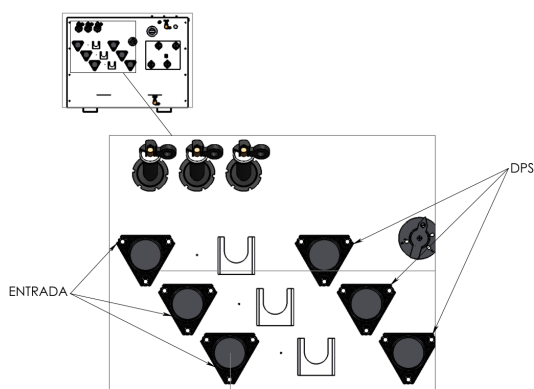

Figura 9. Ubicación de los DPS tipo codo, en una pedestal de frente radial.
4. Conexión del DPS tipo codo (A.T.): el montaje del dispositivo de protección contra sobretensiones transitorias debe estar de acuerdo a lo indicado en las Nomas Eléctricas de cada País. Se recomienda ubicarlo, en el buje inserto según esquema presentado en la figura 9.